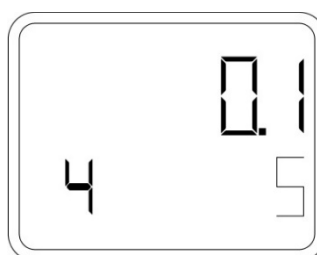

Рисунок 22 – Выбор значения времени демпфирования
- При помощи кнопки «S» зайти в пункт меню 4 (рисунок 22).